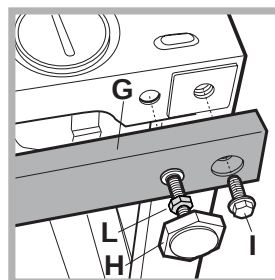

Fig. 11
le 2 traverse (G); i 4 piedini (H); le 4 viti (I); i 4 dadi (L), quindi agire come segue (fig. 11):